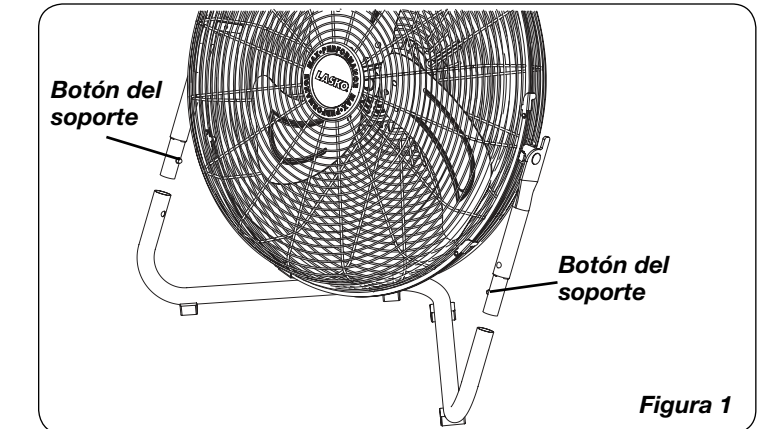

Figura 1
2. Alinee los dos lados del ventilador con el soporte (Figura 1). Al presionar los botones del soporte, empújelos hasta que queden fijos en su lugar.